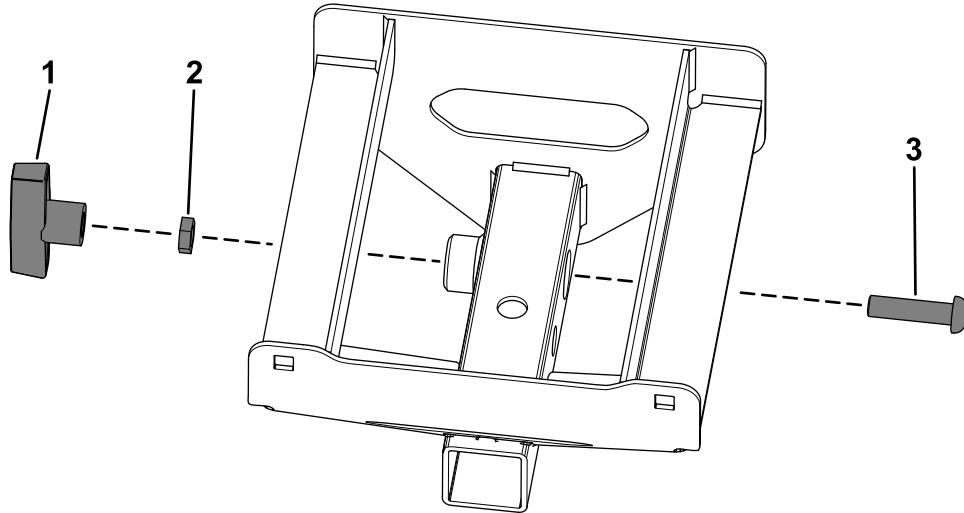

Figure 2
1. Fixez la poignée en T sur le récepteur d'accessoire arrière avec l'écrou de blocage et le boulon à tête ronde (Figure 2).